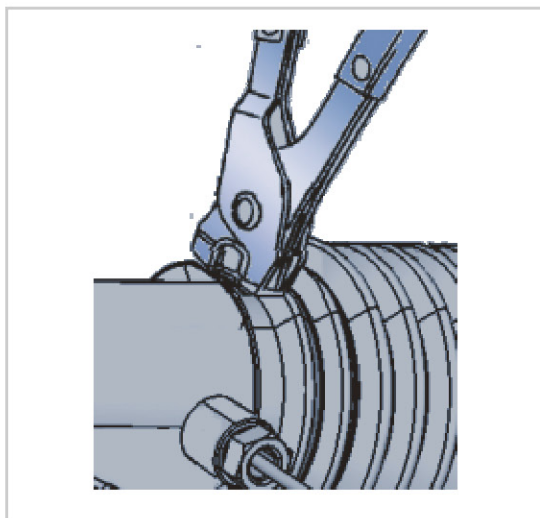

图6-36 夹紧卡箍
① 检查橡胶防尘套是否磨损（开口、裂缝），以及橡胶防尘套密封面是否清洁；
② 安装橡胶防尘套；先转动转向横拉杆，使转向横拉杆球头的轴颈进入安装位置；
③ 如图6-36所示用钳子VAG1275夹紧防松卡箍注意：仅使用原装防松卡箍；安装橡胶防尘套绝对不能扭曲。